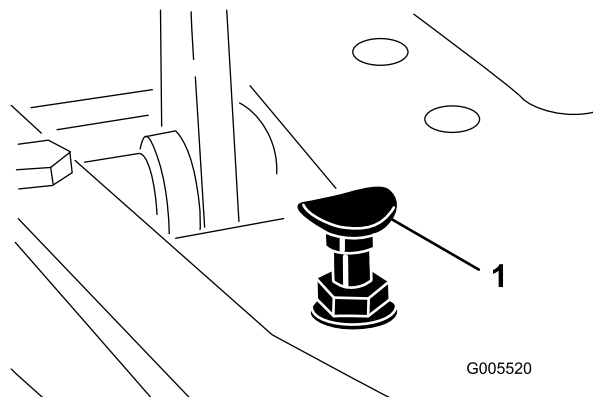

図 55
モードレバーを「移動走行」位置にセットし、ペダルを一杯に踏み込めば最高速度となります。ケーブルに張力が掛かる前にペダルがストップ（図 55）に当たる場合には調整が必要です。
1. モード・レバーを「移動走行」位置にセットし、ペダルストップを固定しているロックナットをゆるめる（図 55）。